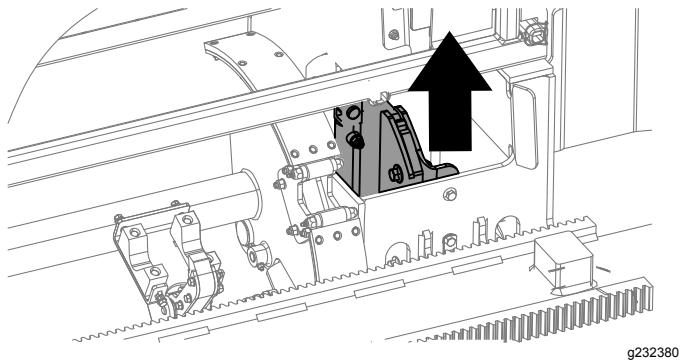

**Figure 20**
10. Relâchez l'interrupteur à bascule pour passer à l'étape suivante dans la séquence (Figure 20).